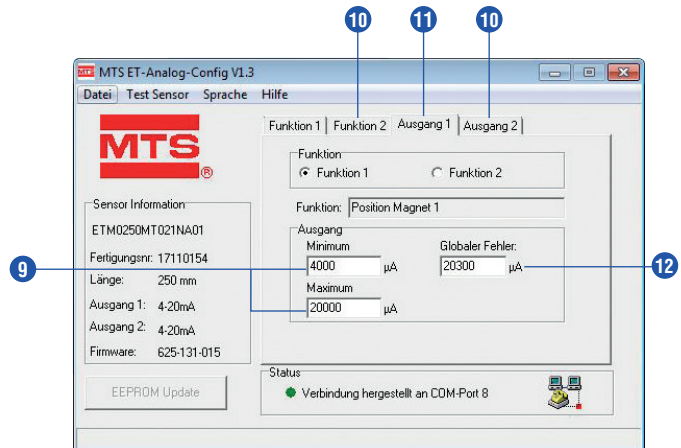

Abb. 35: Beispiel mit Registerkarten
- 9 Das Feld **Ausgang Minimum** gibt den Strom- oder Spannungswert an, der am Startpunkt der gewählten Funktion ausgegeben werden soll. Tragen Sie den zum Endpunkt gehörende Ausgangswert im Feld **Ausgang Maximum** ein (Abb. 35).
- 10 Die Registerkarten **Funktion 2, Ausgang 2** ermöglichen eine Einstellung des zweiten Analogausgangs (Abb. 35).
- 11 Über die Registerkarte **Ausgang 1** werden die entsprechenden analogen Ausgangssignale zugeordnet (Abb. 35).
- 12 Ist kein Positionsmagnet vorhanden oder befindet sich dieser in der Totzone am Stabende des Sensors, also ausserhalb des Messbereichs, so wird ein **Globaler Fehler** ausgegeben. Der Fehlerwert kann innerhalb von **-0,7...20,3 mA** oder **-0,4...10,4 VDC** eingestellt werden (Abb. 35).